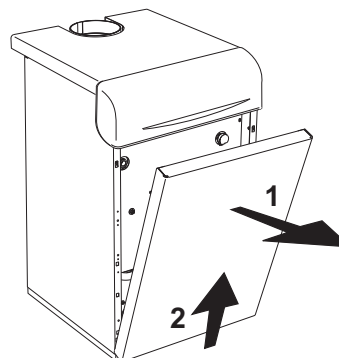

рис. 5 - Открытие лицевой панели
Для открытия передней панели котла следуйте указаниям, приведенным в рис. 5.
- Снимите лицевую панель котла (рис. 5)
- Снимите теплоизоляцию (5) с прерывателя тяги.